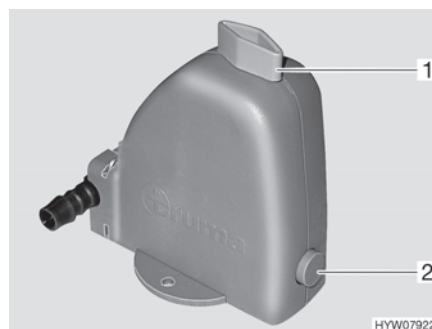

Bild 104 Sicherheits-/Ablassventil
Die Heizung ist mit einem Sicherheits-/Ablassventil (Bild 104) ausgestattet. Das Sicherheits-/Ablassventil verhindert, dass Wasser für die Warmwasser-Bereitung einfriert, wenn bei Frost die Heizung nicht eingeschaltet ist.
- Sicherheits-/Ablassventil schließen. Dazu den Drehknopf (Bild 104,1) quer zum Sicherheits-/Ablassventil drehen und den Druckknopf (Bild 104,2) hineindrücken.
- Sicherheits-/Ablassventil öffnen. Dazu den Drehknopf (Bild 104,1) längs zum Sicherheits-/Ablassventil drehen. Der Druckknopf (Bild 104,2) springt heraus. Der Brauchwasser-Behälter wird über das Sicherheits-/Ablassventil nach außen entleert.